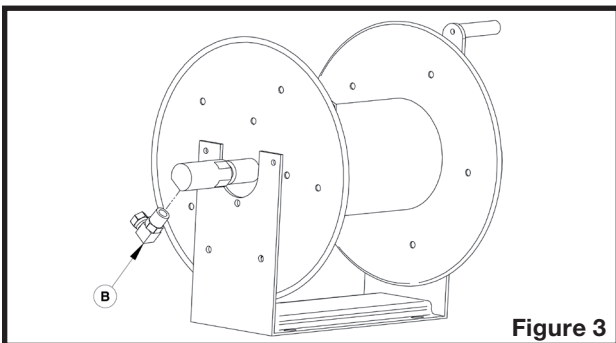

Figure 3
2. Installer le raccord hydraulique coudé (B sur la figure 3) à l'entrée du dévidoir.